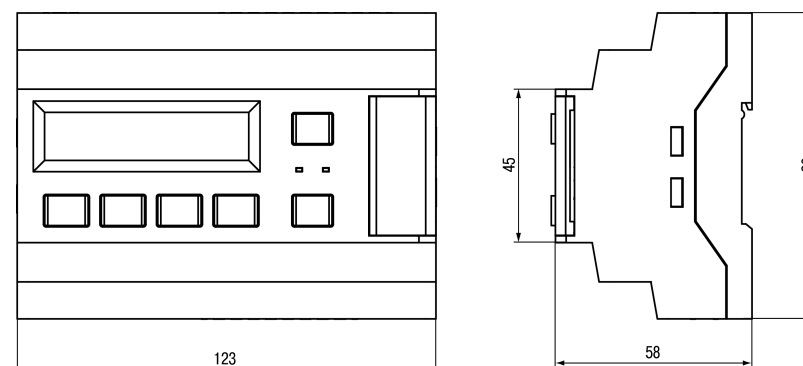

Рисунок 5.1 – Габаритный чертёж прибора
1. Подготовить на DIN-рейке место для установки прибора в соответствии с размерами прибора (см. рисунок 5.1).